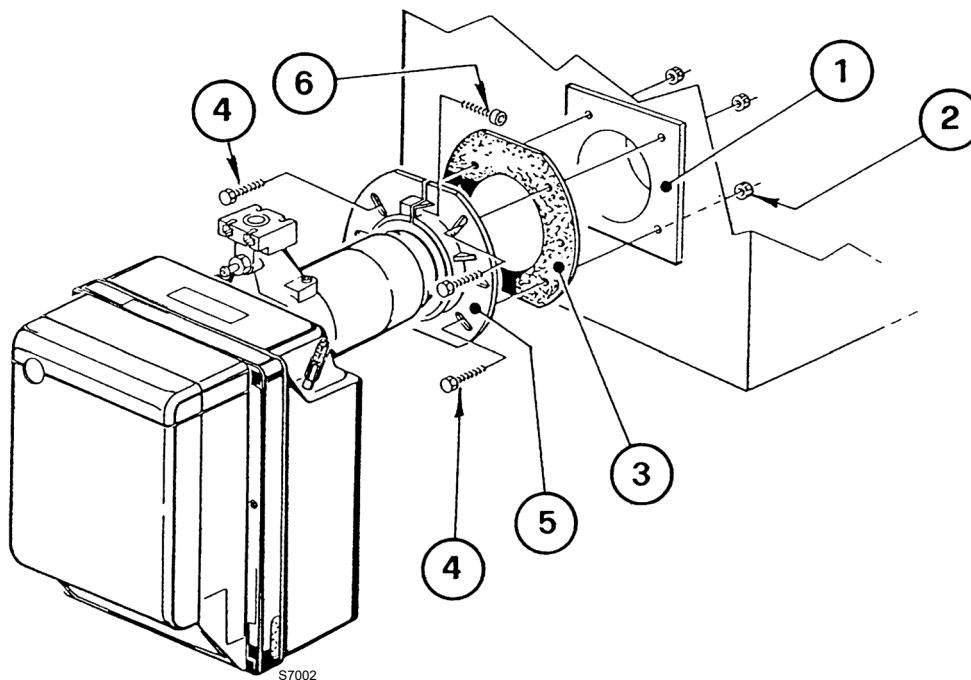

Fig. 11
- Fissare alla portina della caldaia 1)(Fig. 11) la flangia 5) interponendo lo schermo isolante 3) mediante le viti 4) e (se necessario) i dadi 2), ma tenendo allentata una delle due viti superiori 4).